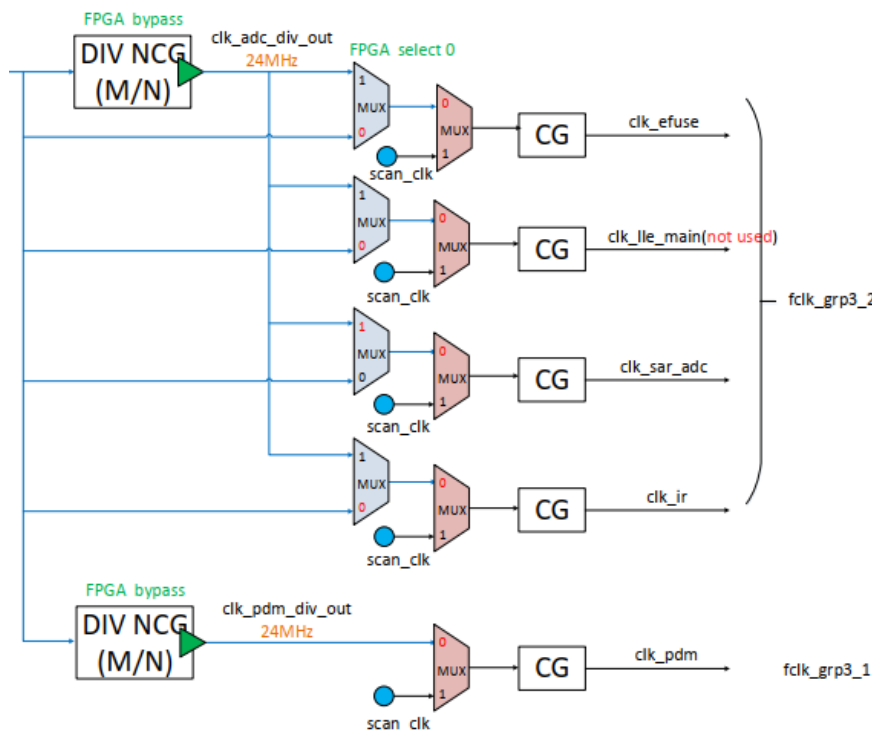

图 2.1: 916 时钟树 ADC 模块部分截图
**注意：**由于 ADC 工作时钟须经过 clock slow 分频，故在同时使用和 ADC 同时钟源模块时，如 IR，可能出现时钟配置冲突的现象。开发者在实际使用时注意时钟规划，具体请参考 916 时钟树（图 2.1）。